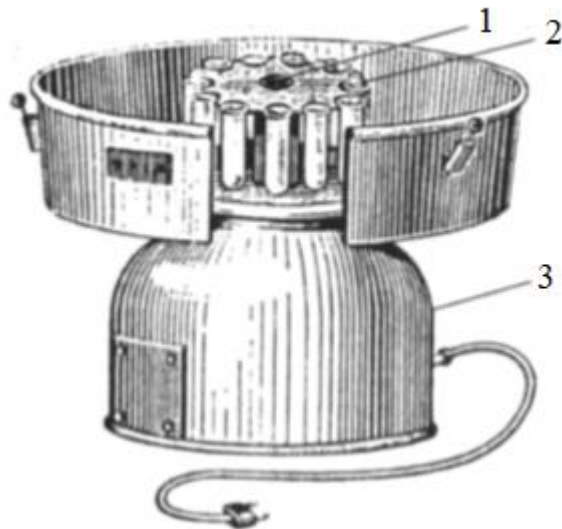

Рис. 37 – Центрифуга:
*Центрифуга* (рис. 37) служит для отделения осадка от раствора. Она представляет собой металлический барабан, в котором на роторе электродвигателя укреплена пластина с гильзами (гнездами) для пробирок. Отделение осадков происходит под действием центробежной силы, развиваемой при быстром вращении ротора (до 1000 об/мин). Существуют и ручные центрифуги, в которых центробежная сила создается с помощью ручного усилия. Для безопасности работы барабан центрифуги закрывается крышкой, которая удерживается специальными зажимами.